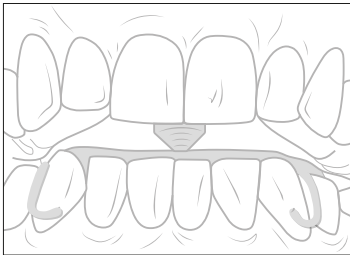

Рис. 3
**13.** С помощью движений открывания и закрывания рта проверяют, чтобы регистрационный штифт попадал в отверстие плексигласовой пластинки (Рис. 3).